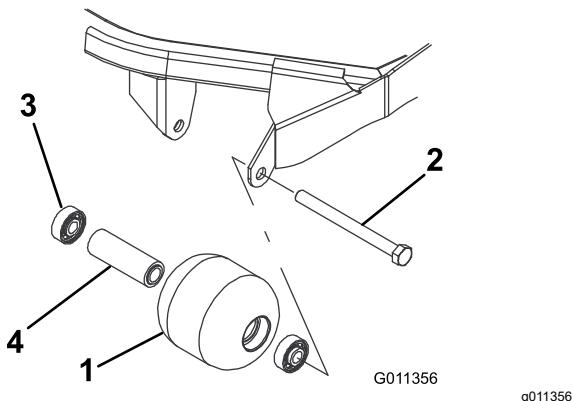

Рисунок 17
- Снимите болт крепления валика (Рисунок 17).
- Осмотрите корпус, подшипники и распорную втулку подшипника валика на наличие повреждений (Рисунок 17). Замените поврежденные компоненты и соберите узел.
- Запрессуйте передний подшипник в корпус валика (Рисунок 17). Прикладывайте усилие только к наружному кольцу или одинаковое усилие к внутреннему и наружному кольцам.
- Вставьте втулку (Рисунок 17).
- Запрессуйте второй подшипник в корпус валика (Рисунок 17), нажимая с одинаковым усилием на внутреннее и наружное кольца, пока внутреннее кольцо не войдет в контакт с втулкой.